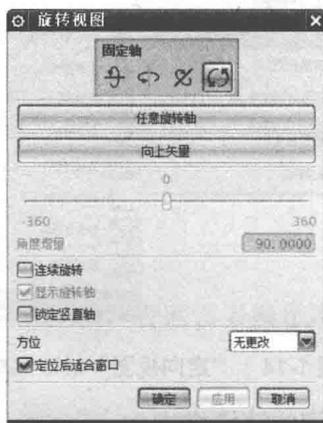

图 1-13 “旋转视图”对话框
① 利用“旋转视图”对话框。选择“视图”→“操作”→“旋转”菜单命令，打开如图1-13所示的“旋转视图”对话框，利用该对话框可以将模型沿指定的轴线旋转指定的角度。